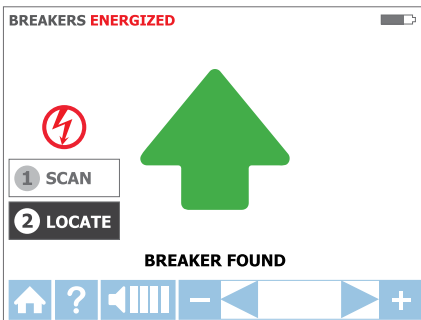

Abbildung 3.4e
- c. Prüfen Sie sämtliche Unterbrecher/Sicherungen, bis ein grüner Pfeil und ein Dauerton signalisieren, dass der richtige Unterbrecher/die richtige Sicherung gefunden wurde. (Siehe Abbildung 3.4e.)